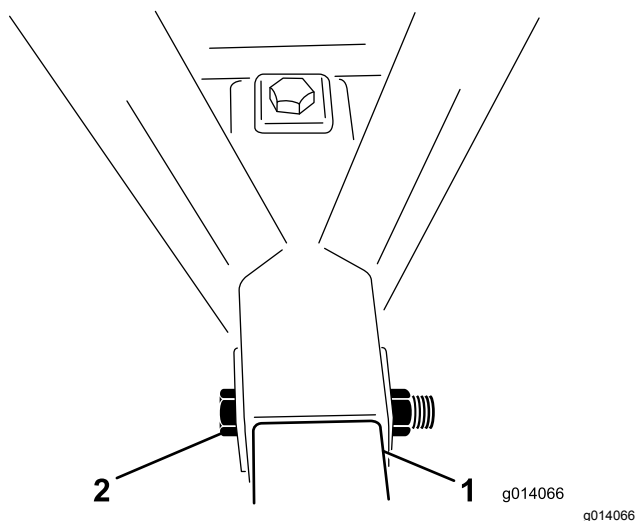

Bild 4
- Setzen Sie eine Schraube (1" x 6-1/2") durch den Rahmen und das Anbauvorrichtungsrohr und befestigen Sie sie mit einer Sicherungsmutter (**Bild 4**). Ziehen Sie die Sicherungsmutter bis auf 976-1193 Nm an.
- Setzen Sie eine Schraube (1" x 6-1/2") durch die Oberseite des Rahmens und durch das Anbauvorrichtungsrohr ein und befestigen sie mit einer Sicherungsmutter (**Bild 4**). Ziehen Sie die Sicherungsmutter bis auf 976-1193 Nm an.